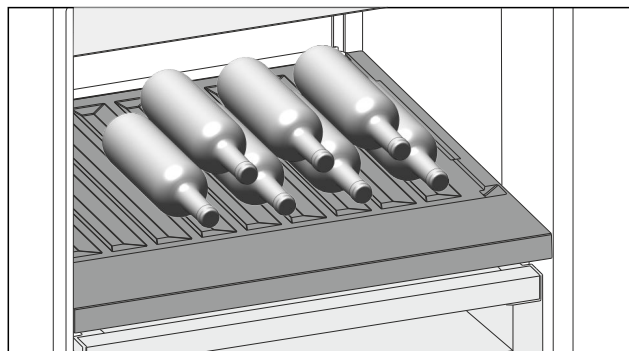

Fig. 222 Ilustrativni primjer
- ▶ Stavite boce s dnom prema stražnjoj stijenci hladnjaka. (pogledajte Fig. 222)